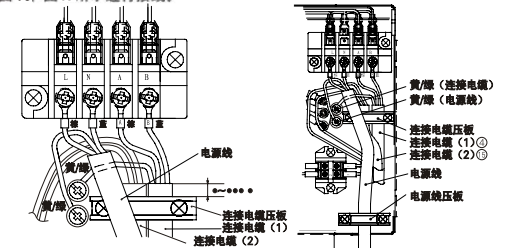
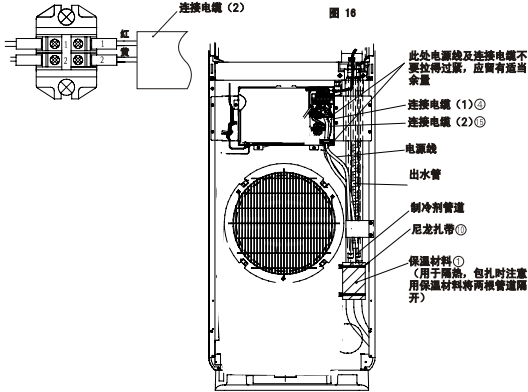

图 16
图 17
(2) 按图 16、图17所示进行接线。
- (3) 必须将黄/绿芯线接至带有“⊕”标志的端子上。
- (4) 将电源线、连接电缆用电线压板压紧，以防止接线端子受力后脱落。
- (5) 将制冷剂管道用附件 ⑮ 尼龙扎带按图17要求扎起来。
- (6) 将电源线、连接电缆(1)、(2)从制冷剂管道外连接管通过的管道孔穿过，且如果从后板或左右侧板穿过，管道孔必须装上管道护孔环，以防电源线、连接电缆破损发生漏电危险。
- (7) 室内电源必须安装空气开关。(带漏电保护)